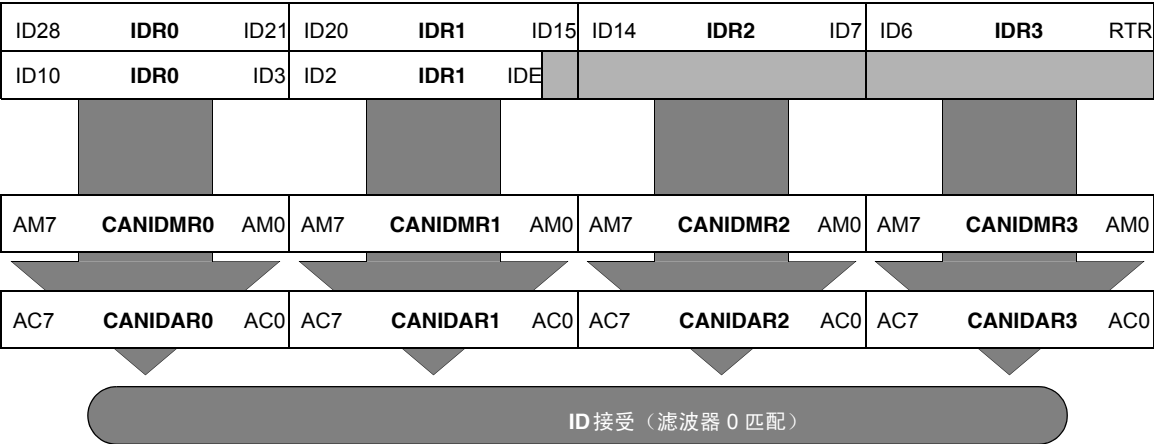

Figure 13-42. 32 位可屏蔽标识符接收滤波器
- T 标准标识符的 11 位，加上 CAN 2.0A/B 报文的 RTR 和 IDE 位1。这种模式为符合 CAN 2.0B 标准的长扩展标识符提供两个滤波器。Figure 13-42 显示第一个 32 位滤波器页（CANIDAR0 - CANIDAR3、CANIDMR0 - CANIDMR3）如何产生滤波器 0 匹配。同样，第二个滤波器页（CANIDAR4 - CANIDAR7、CANIDMR4 - CANIDMR7）产生滤波器 1 匹配。